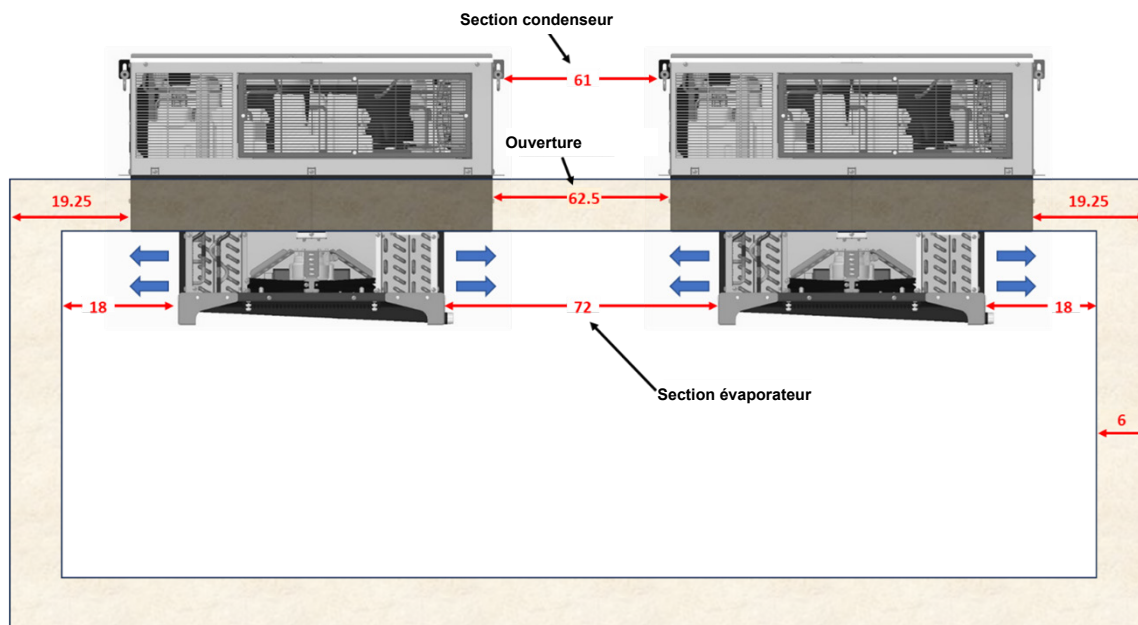

Figure 6 – Comparaison des dimensions
- L'espacement des ouvertures diffère de l'espacement côté froid. Voyez la Figure 6.